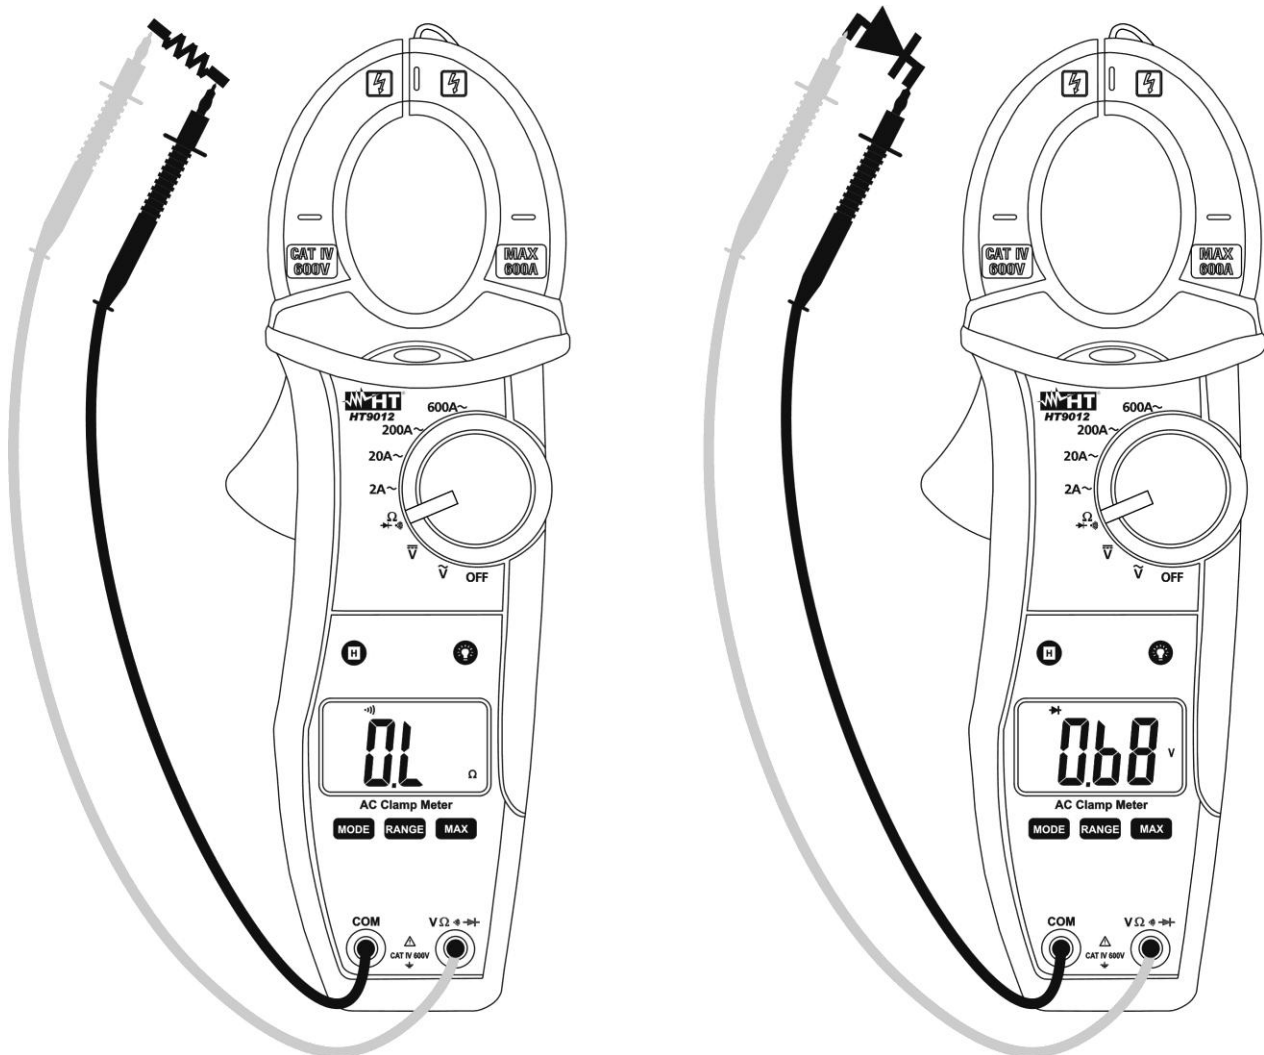

Fig. 7 : Utilisation de la pince pour test de continuité et test des diodes
3. Insérer le câble rouge dans l'entrée du jack $V\Omega \rightarrow \text{diode}$ et le câble noir dans l'entrée du jack **COM** et exécuter le test de continuité sur l'objet sous test (voir la Fig. 7 - partie gauche). L'alarme émet un signal sonore si la valeur de résistance mesurée est inférieure à 100 Ω environ.
5. Connecter l'embout rouge à l'anode de la diode et l'embout noir à la cathode en cas de mesure de polarisation directe (voir la Fig. 7 – partie droite).